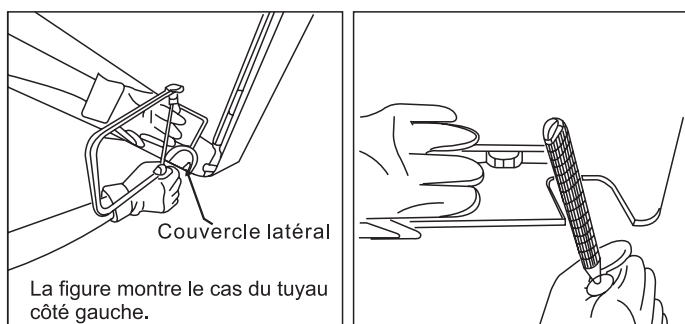

Fig 2
4. Tuyauterie inférieure ou latérale (voir Fig 2)